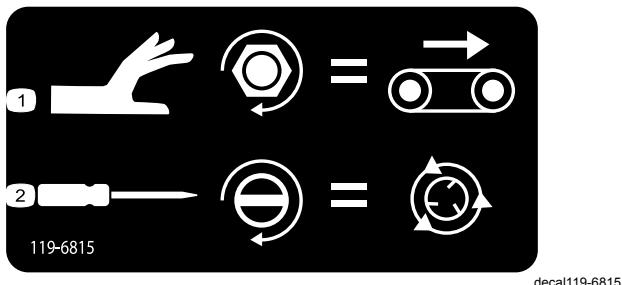

図 44
- フロアベルトの速度を調整するには図 44、ノブを右に回します。この調整は油圧を作動させずに行えます。色別設定システムにあるように、最大フロア速度にセットします。ホッパーに砂を満載しているような場合は最も重要な設定です。
- スピナーの回転速度 図 44 はマイナスドライバーを使って調整します。右に回すと速度は上がり、左に回すと下がります。